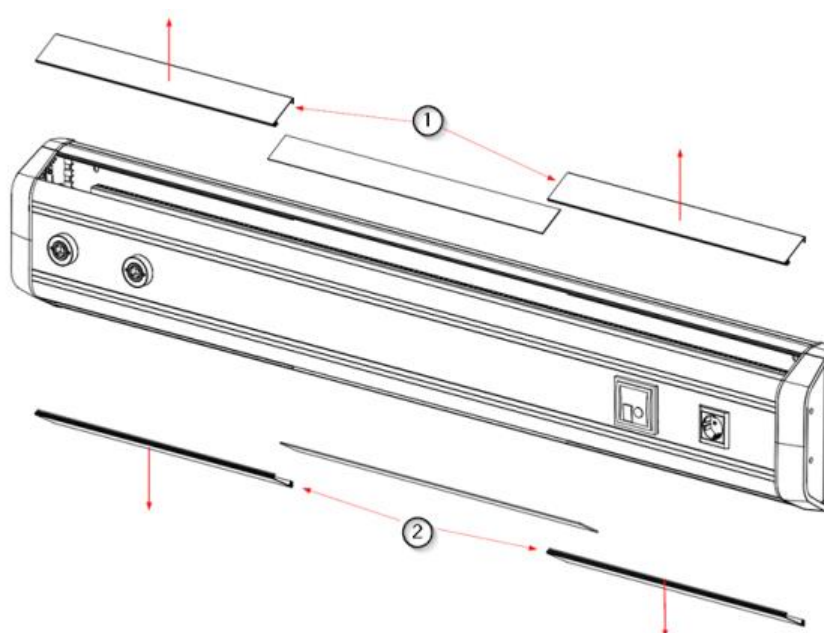

Fig.2 Démontage des couvertures supérieure et inférieure
- Retirez les diffuseurs comme décrit dans le chapitre précédent. Vous avez maintenant accès au côté des couvercles supérieur ① et inférieur ②.
- Retirez les couvercles supérieur ① et inférieur ② comme indiqué dans la figure 2 et laissez-les en lieu sûr.